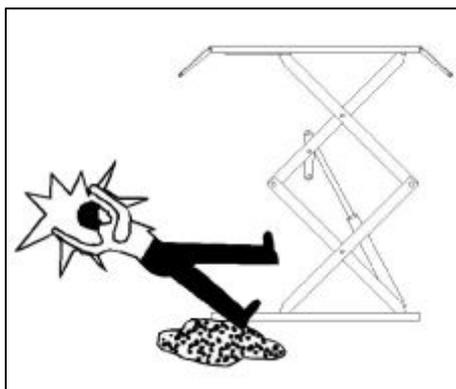

Рис. 12
- нивелировку платформ выполняют с помощью строительного нивелира или водяного уровня Рис. 12.